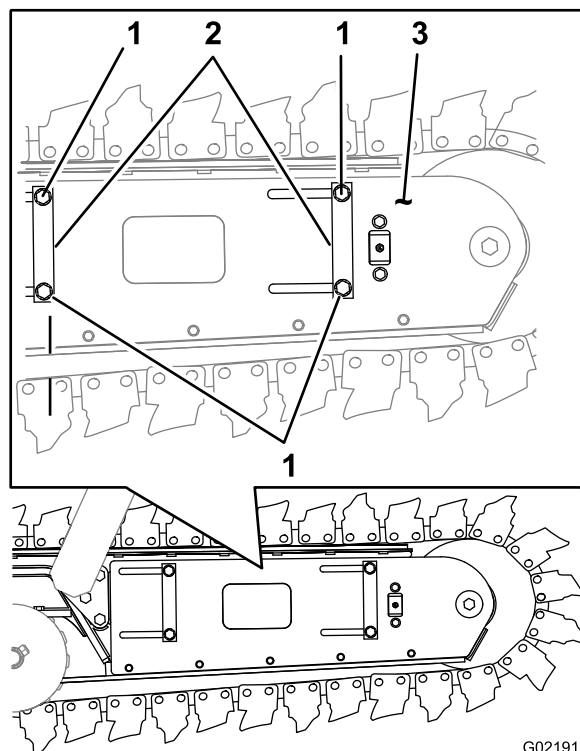
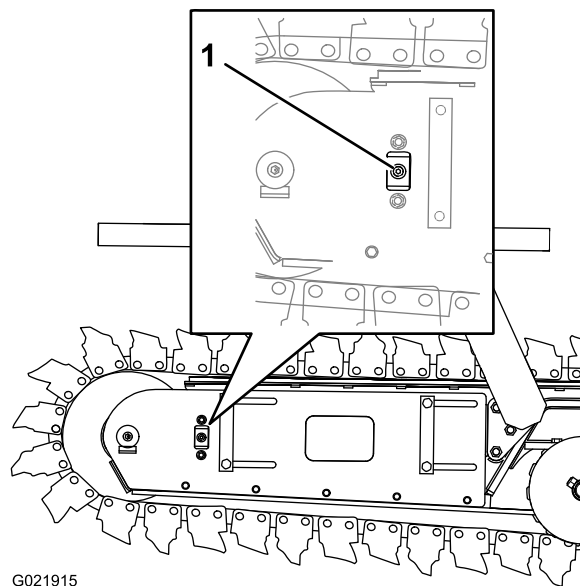

Figure 32
Figure 33
1. Sur le côté gauche de l'élince, desserrez les 4 boulons qui fixent les barres de verrouillage et les plaques latérales (Figure 32).
2. Localisez le bouchon de purge (douille hexagonale) sur la plaque latérale du côté droit de l'élince (Figure 33).
3. Tournez lentement le bouchon de purge de 2 ou 3 tours dans le sens antihoraire, et laissez couler la graisse autour du bouchon (Figure 33).
4. Lorsque vous obtenez un espace de 51 à 76 mm (2 à 3 po) entre la chaîne et la bande d'usure, resserrez le bouchon (Figure 32 et Figure 33).
5. Serrez les 4 boulons (Figure 32) qui fixent les barres de verrouillage et les plaques latérales à un couple de 190 à 215 N·m (140 à 159 pi-lb).
4. Desserrez les boulons qui fixent les barres de verrouillage et les plaques latérales sur le côté gauche de l'élinde (Figure 32).
8. Serrez les 4 boulons (Figure 32) qui fixent les barres de verrouillage et les plaques latérales à un couple de 190 à 215 N·m (140 à 159 pi-lb).